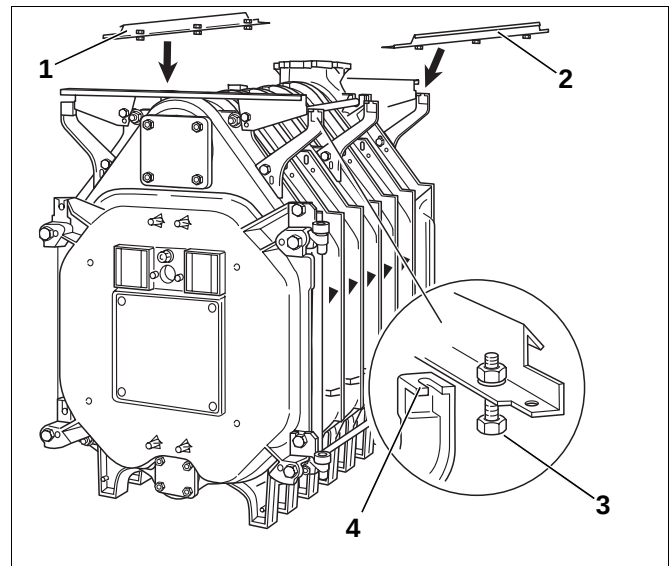

Abb. 40 Längsschienen montieren
- Die Längsschienen (Abb. 40, **Pos. 1** und **2**) auf die beiden Konsolen am Hinter- und Vorderglied auflegen.
- Längsschienen mit den vormontierten Schrauben (Abb. 40, **Pos. 3**) in die Aussparungen der Konsolen (Abb. 40, **Pos. 4**) einschieben und mit diesen verschrauben.